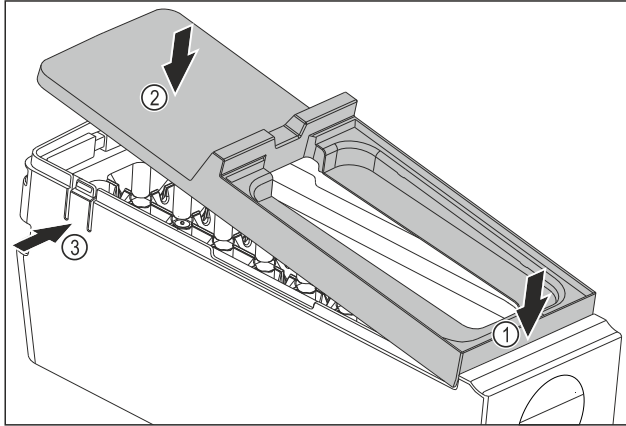

Fig. 81
- ▶ Afdekking van de EasyTwist-Ice-corporus monteren: Afdekking voor bevestigen. Fig. 81 (1)
- ▶ Afdekking achter neerlaten. Fig. 81 (2)
- ▷ Afdekking klikt hoorbaar in beide strips Fig. 81 (3) vast.